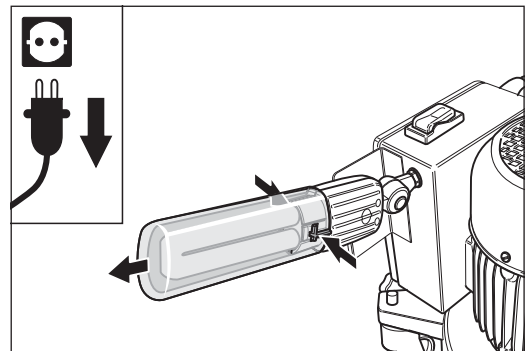

Abb. 87 Die beiden Laschen an der Lampenfassung zusammendrücken und das Leuchtenrohr **vorsichtig** abnehmen.
- 3 Drücken Sie an der Lampenfassung auf die beiden Laschen, die das Leuchtenrohr halten, und ziehen Sie das Leuchtenrohr **vorsichtig** ab (Abb. 87).